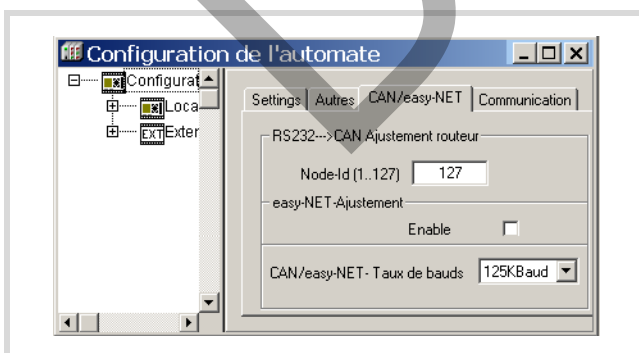

Figure 85 : Réglages relatifs au routage du maître CAN
Réglez l'easyNet de routage et la vitesse de transmission du bus CAN dans l'onglet "CAN/easyNET" du dossier "Configuration", comme indiqué sur la figure 85.
- un easyNet pour la fonction de routage : réglez l'easyNet de routage (Routing easyNet) et la vitesse de transmission CAN (en Baud) dans l'onglet "CAN/easyNET", comme indiqué sur la figure 85. Réglez par exemple l'easyNet de nœud (Node easyNet) sur "54".